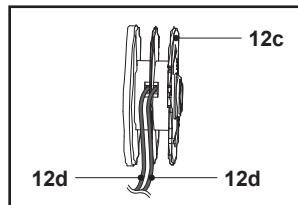

Rys. 24
6. Zwolnić żyłkę tnającą (12d) z nacięć i przytrzymać ją w tym położeniu. Nie dopuścić do oddzielenia żyłki tnącej (12d) od szpuli żyłkowej (12c) (rys. 24, krok 1).
7. Poprowadzić koniec żyłki tnącej przez przelotkę (12h) w obudowie (12e) (rys. 24, krok 2).
9. Włożyć szpulę żyłkową (12c) do obudowy (12e) (rys. 24, krok 3). Obrócić szpulę, aż zablokuje się na swoim miejscu.